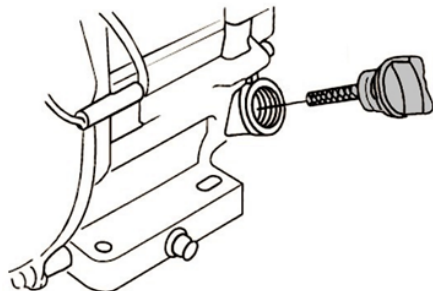

Рис. 26 Крышка-щуп маслозаливной горловины
2. Открутите крышку-щуп маслозаливной горловины и извлеките щуп (Рис. 26).
2. Выкрутите крышку-щуп маслосазливной горловины и извлеките щуп (Рис. 26).